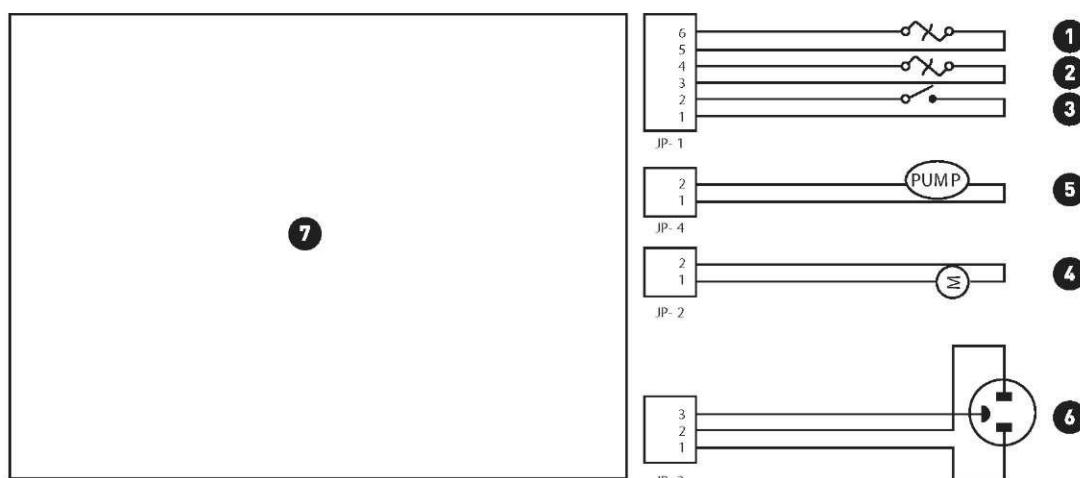

Fig. 3
- schéma Fig. 3 Řídící jednotka kamen